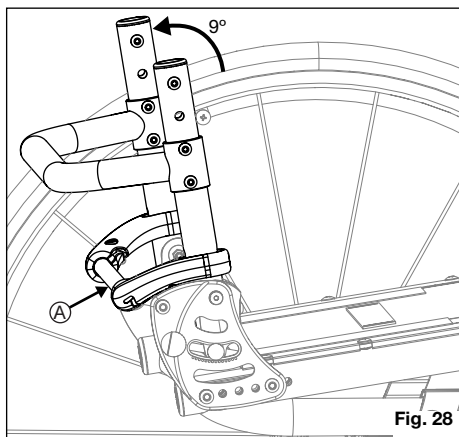

Fig. 28
Cómo usar la posición relajada (Fig. 28)
1. Inclínese hacia adelante ligeramente para quitar la carga de los pasadores de enganche y luego tire hacia arriba de la barra de liberación (Fig. 28:A) e inclínese hacia atrás en la posición relajada.